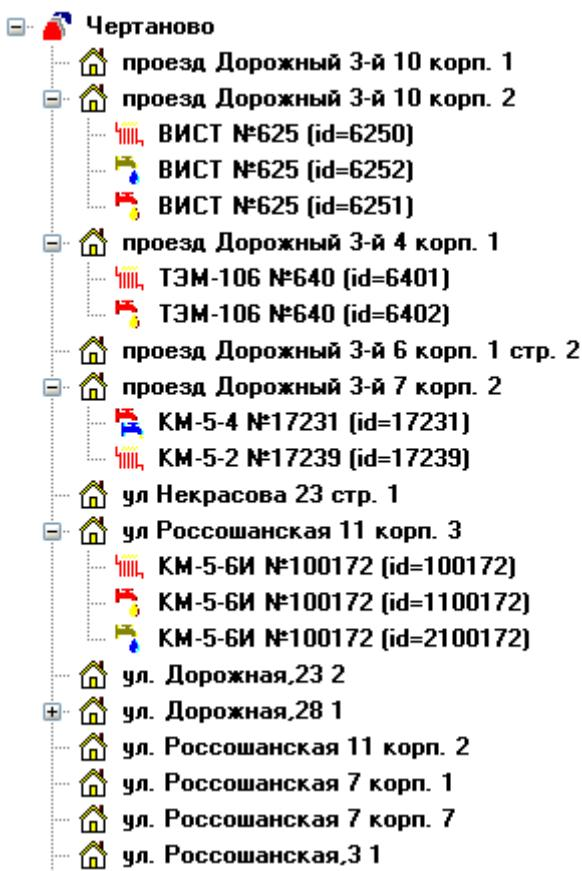

Рис. 19. Дерево объектов диспетчерской системы.
11. Нажать кнопку “Сформировать дерево объектов”  При этом на панели справа в главном окне программы отобразится структура диспетчерской системы в виде дерева, на котором наглядно видны приборы учета и их расположение на объектах диспетчерской (Рис.19).